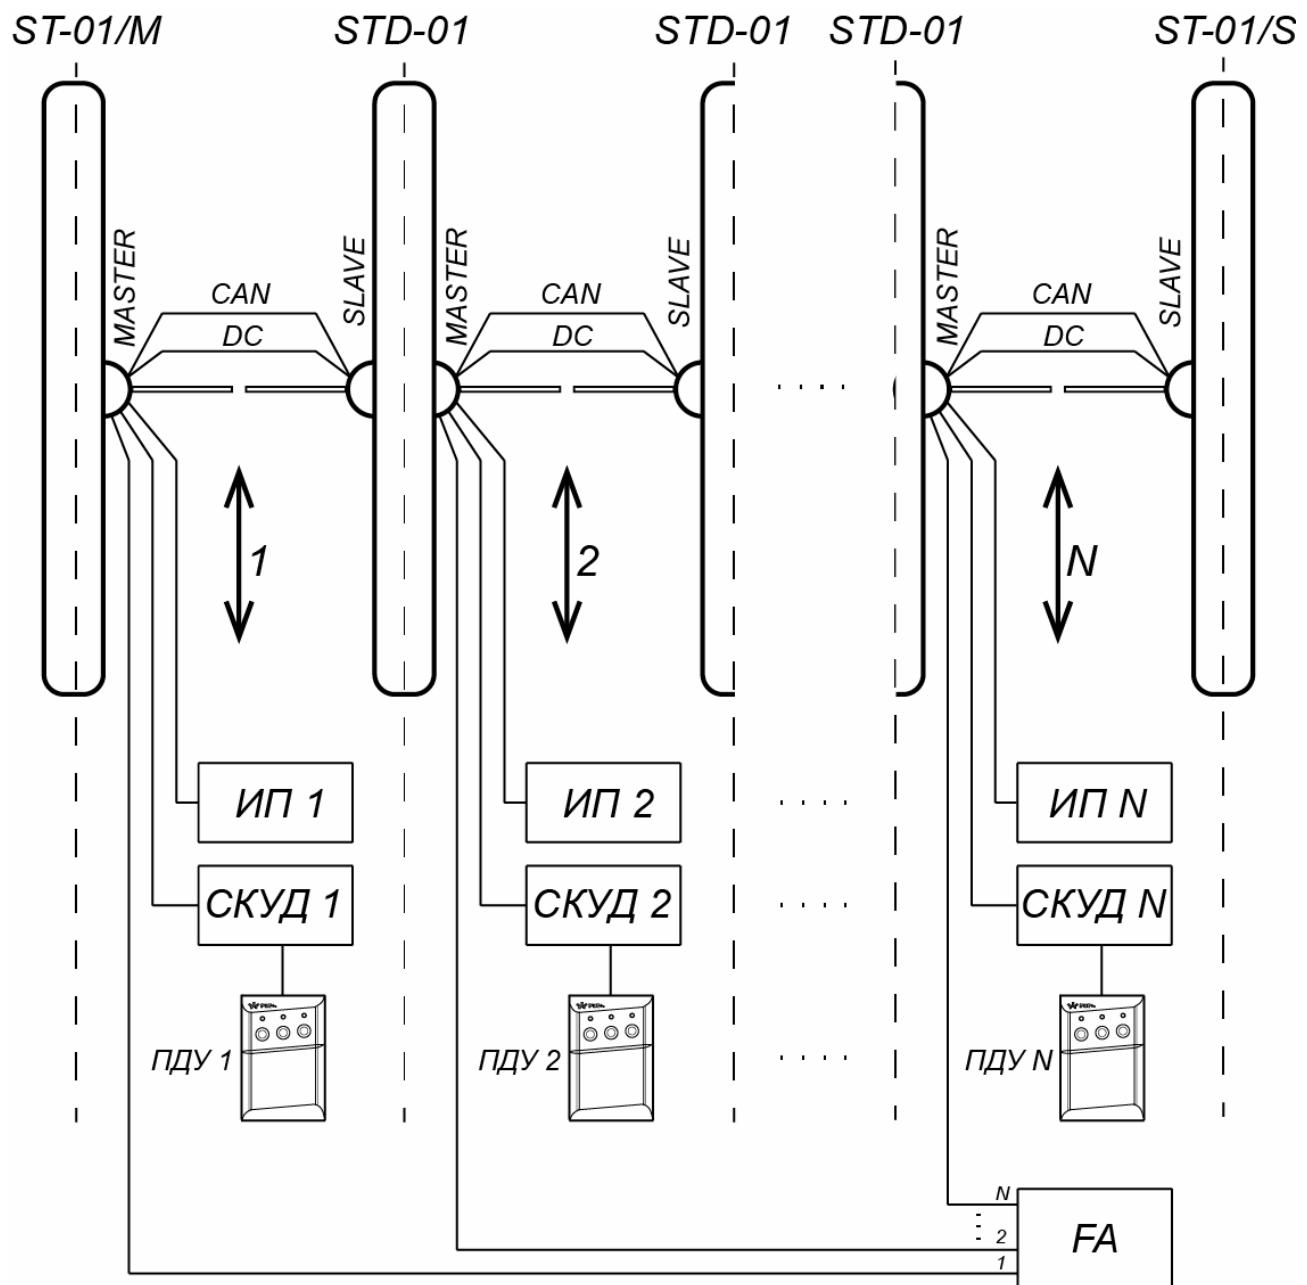
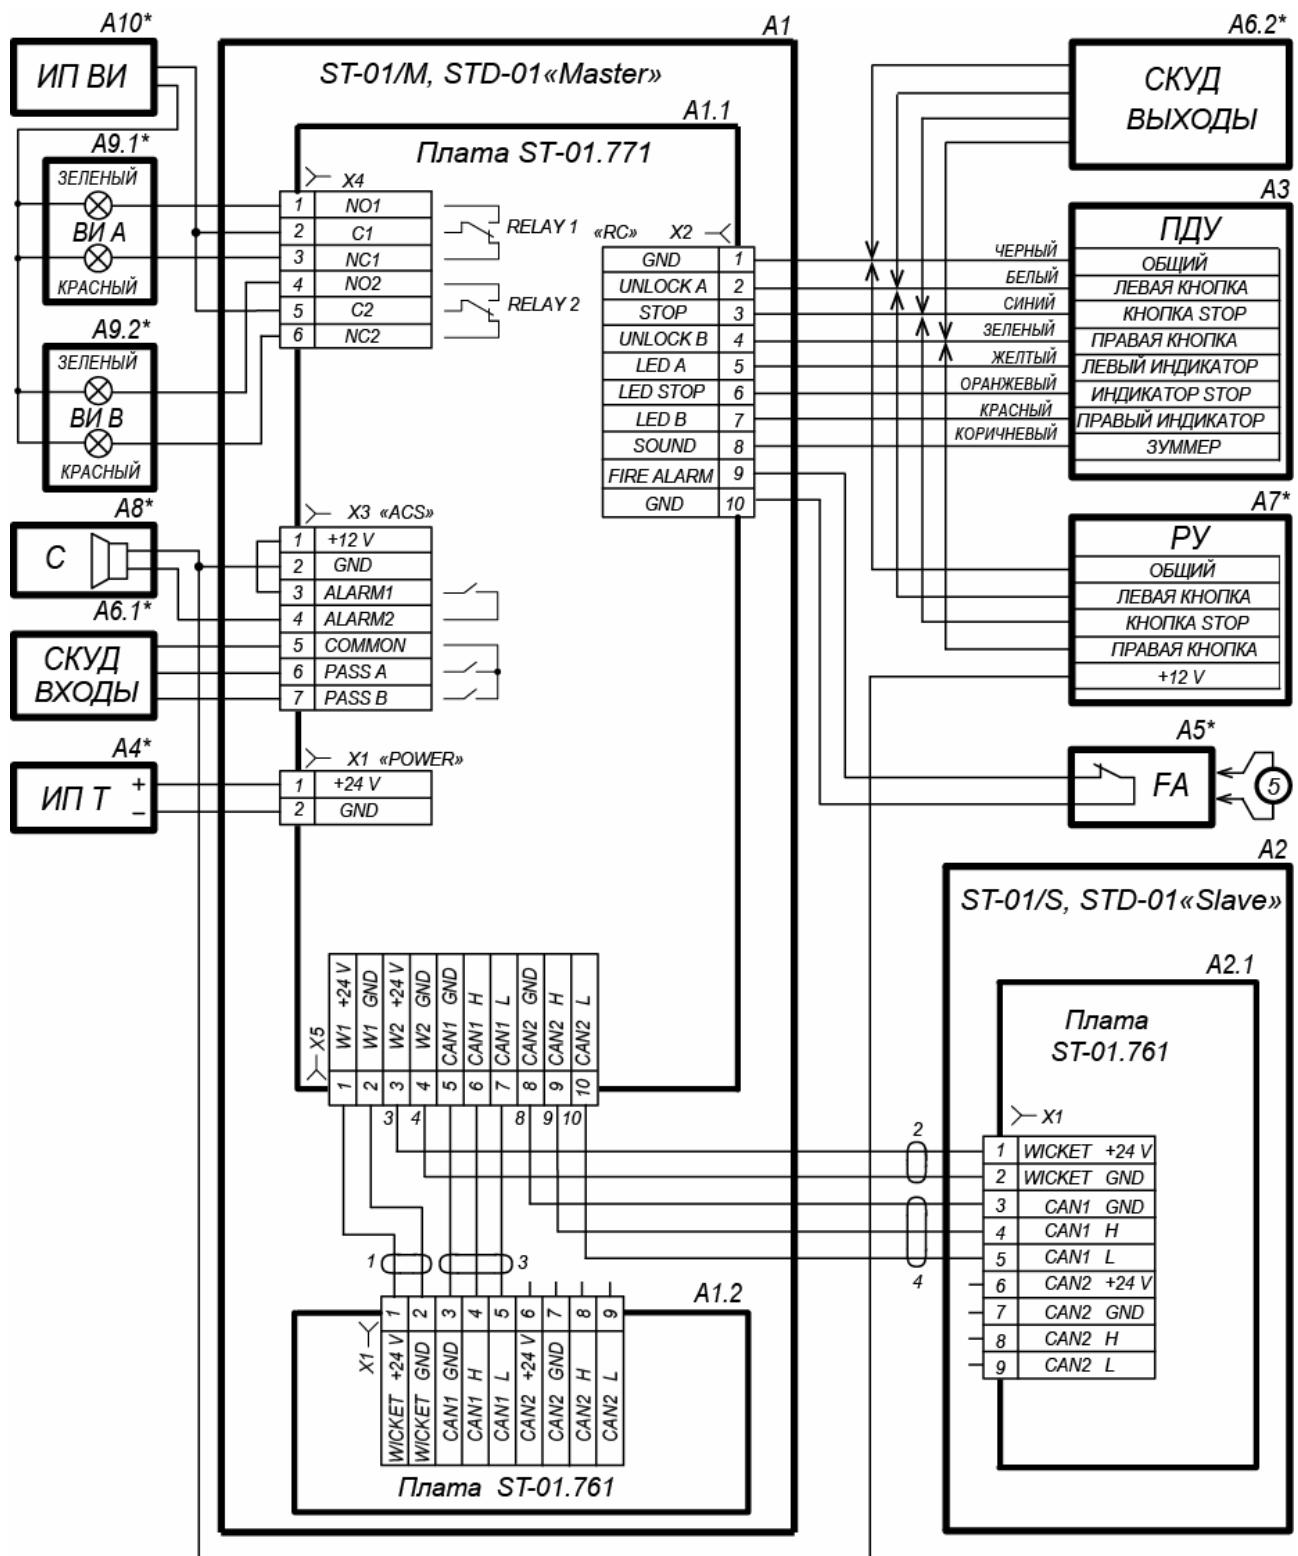

Рисунок 17. Схема соединений турникета PERCo-ST-01 и двусторонних секций PERCo-STD-01 для организации проходной с несколькими зонами прохода
Рисунок 18. Схема электрических соединений турникета¹
Содержание монтажных операций дано с учетом рекомендаций, приведенных в разд. 8.1. Оборудование и инструменты, необходимые при монтаже, перечислены в разд. 8.2. Номера позиций указаны в соответствии с рис. 6 и 7. Схема электрических соединений турникета приведена на рис. 18. Типы кабелей, используемых при монтаже, перечислены в табл. 5. На рис. 17 приведен пример схемы соединений турникета и двусторонних секций при организации проходной с несколькими зонами прохода.
Если нет возможности использовать способ протяжки кабелей кондуктором, при необходимости кабели DC и CAN можно проложить сразу, до начала установки секций. Данные кабели находятся в центральной стойке секции (стороны секции) *Slave* внизу под кожухом. Для этого необходимо распаковать секцию *Slave*, снять кожух с центральной стойки (см. рис. 19), вынуть кабели DC и CAN и отсоединить их от платы управления приводом. На концах жил кабелей имеются маркеры с номерами, соответствующими схеме соединений (рис. 18).
14. Через отверстие для ввода кабелей в основании центральной стойки двусторонней секции (со стороны *Master*) введите внутрь стойки кабели для управления второй зоной прохода: от ИП, от ПДУ или контроллера СКУД, от устройства *Fire Alarm* и дополнительного оборудования, а также кабели DC (19) и CAN (20) от секции (стороны секции) *Slave* или же кондуктор для их протяжки.
20. Подключите кабели к плате управления первой зоны прохода согласно схеме электрических соединений турникета (см. рис. 9 и рис. 18). Плата расположена в нижней части центральной стойки секции *Master*.
Соединительные кабели DC (2) и CAN (4) подключаются к клеммным колодкам **X5** платы управления секции *Master* и **X1** платы привода секции *Slave* в соответствии с маркировкой их жил (см. рис. 18).